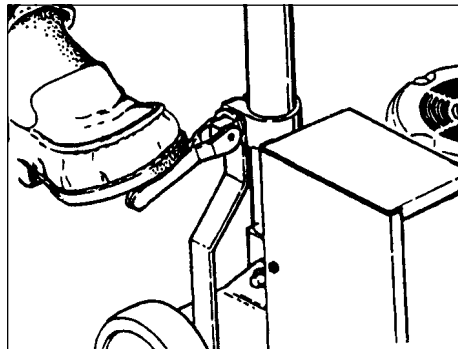

Рисунок 1
2. Поднимите и закрепите ручку в вертикальном положении. Для фиксации ручки, нажмите на стопорный рычаг при помощи ноги. Смотри рис. 1.